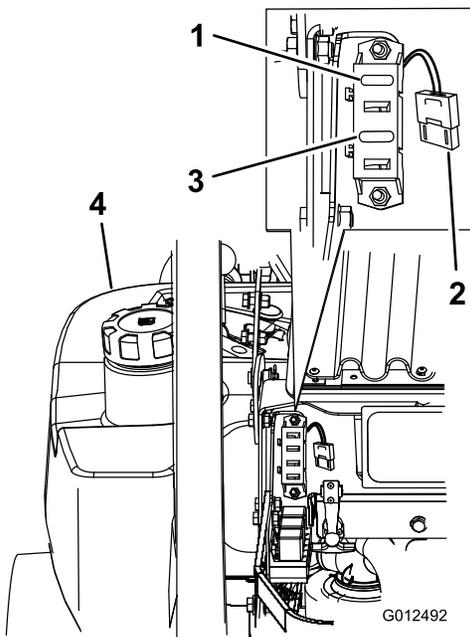

Рисунок 71
1. Разблокируйте и поднимите капот двигателя, чтобы получить доступ к держателю плавких предохранителей (Рисунок 71).
3. Установите новый предохранитель (Рисунок 71).